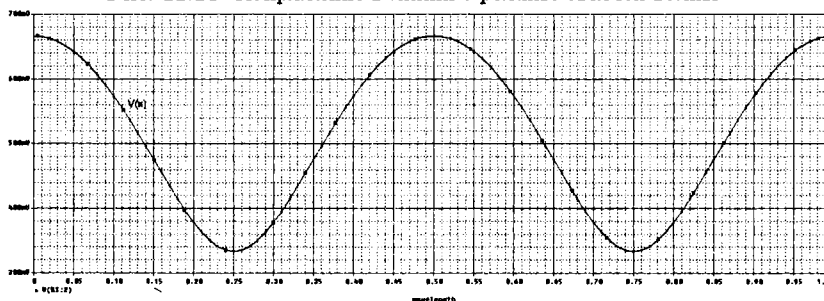

Рис. 11.15. Напряжение в линии с режимом смешанных волн
9. Установите  $RL = 150 \text{ Ом}$ . В линии будет режим смешанных волн. Так как нагрузка больше волнового сопротивления, в конце линии будет максимум напряжения (рис. 11.15).